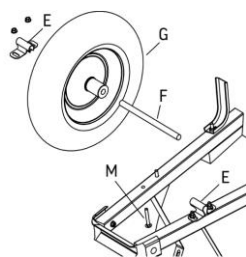

fig. 7
13. Glissez l'essieu (F) au travers de la roue (G) et ensuite dans le support de fixation (fig. 7).
14. Glissez le deuxième support d'essieu au travers de l'autre extrémité de l'essieu (fig. 7).